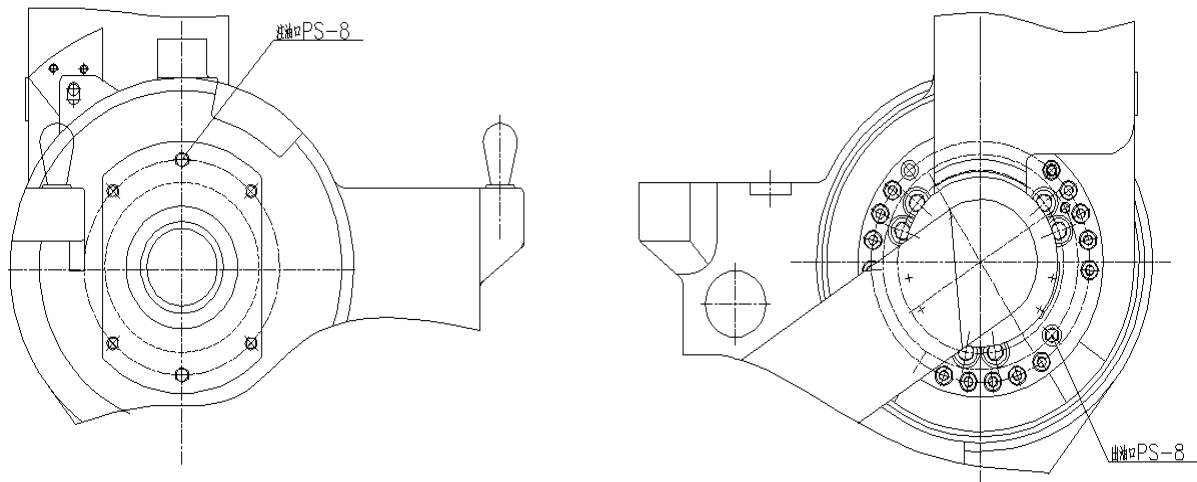

图 12 J2 轴减速机局部结构
#### (1) 油脂补充步骤（参考 图 12 J1 轴减速机局部结构）
- ③ 安装排油口堵塞前，运动 J1 轴几分钟，使多余的油脂从排油口排出；
- ④ 用布擦净从排油口排出的多余的油脂，在排油口安装堵塞。堵塞的螺纹处要缠生胶带并用扳手拧紧。
(2) 油脂更换步骤（参考 图 12 J1 轴减速机局部结构）